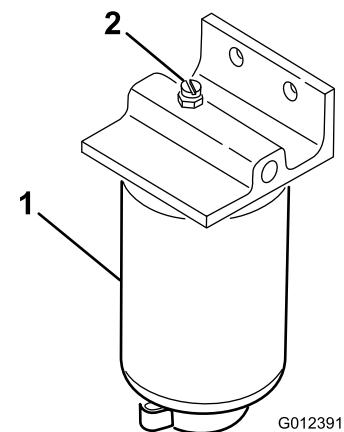

Figure 16
3. Ouvrez le bouchon d'aération sur le filtre à carburant/séparateur d'eau (Figure 16).